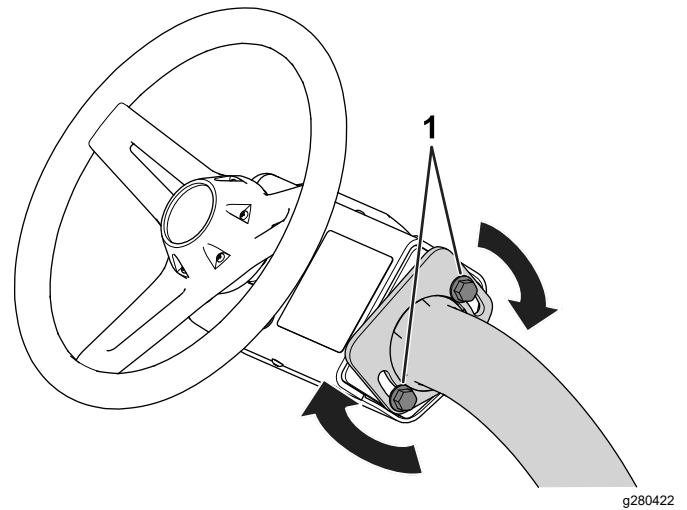

图 29
1. 松开将方向盘组件固定到转向臂上的螺栓图 29。
3. 拧紧螺栓图 29将方向盘组件固定在您调整的位置。